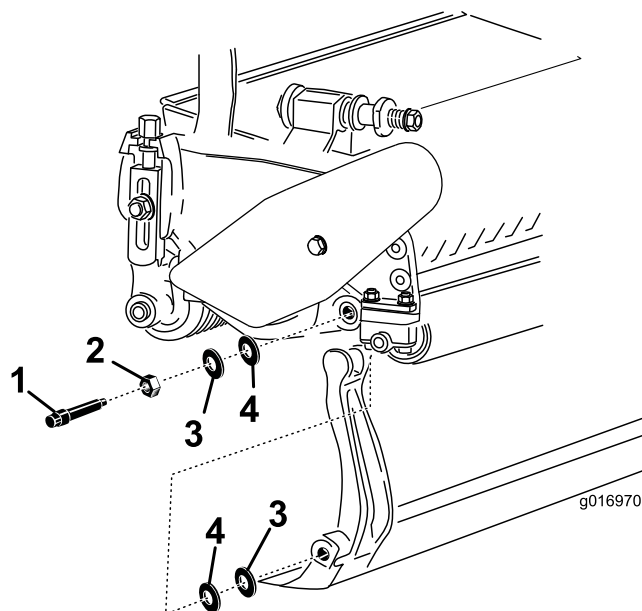

図 20
ベッドバーの両端にナイロンワッシャとスチールワッシャが2枚ずつあるので注意する 図 20。
3. サイドプレートのボスの両側にナイロンワッシャを入れる。その外側からスチール製ワッシャを取り付ける (図 20)。